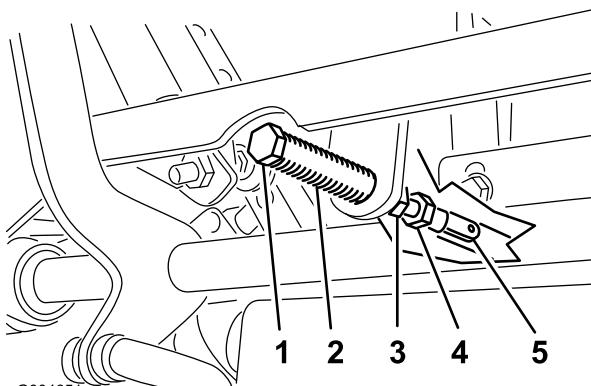

Bild 83
5. Ziehen Sie den Hebel zurück, bis der Lastösenbolzen (am Arm über der Gelenkwelle) das Schlitzende berührt (und soeben Druck auf die Feder ausübt), wie in Bild 83 abgebildet.
7. Sollte eine Einstellung erforderlich sein, lockern Sie die Mutter und die Klemmmutter gegen das Joch (Bild 83).
8. Drücken Sie den Fahrantriebshebel leicht nach hinten, drehen Sie den Kopf der Einstellschraube in die entsprechende Richtung, bis der Schaltbügel Schalthebel in der ARRETIERTEN NEUTRAL-Stellung zentriert ist (Bild 83).
9. Ziehen Sie die Mutter und die Klemmmutter an (Bild 83).
10. Ziehen Sie die Klemmmuttern an den Kugelgelenken fest (Bild 83).